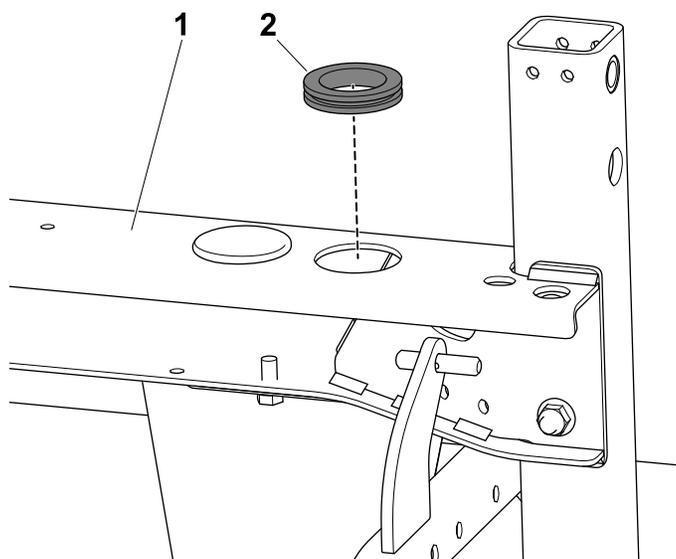

Рисунок 25
4. Установите уплотнительную втулку в раму (Рисунок 25).